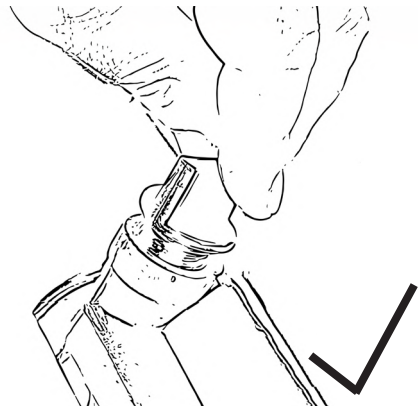

Bild 15
- Skruva loss oljepåfyllningspluggarna med ansluten oljesticka, Fig. 15.